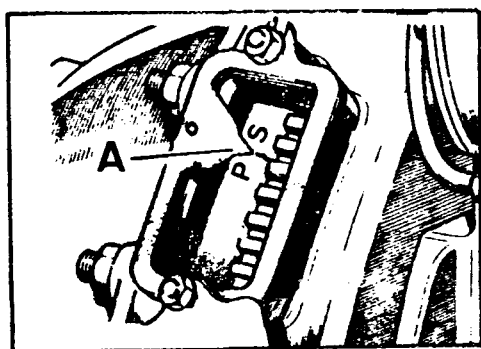

Fig. A1-85 Sincronización del punto muerto superior (P.M.S.)
- 1.9. Girar el cigueñal en su sentido normal de trabajo (hacia la derecha) hasta que el índice de referencia para puesta a punto quede alineado con la marca del P.M.S. (ver detalle, A Fig. A1-85). Las dos válvulas del cilindro - n° 1 tendrán que estar completamente cerradas, o lo que es igual, las válvulas de cilindro n° 4 en posición de "cruce". De no estar las válvulas en estas circunstancias, habría que dar al cigueñal otra vuelta completa.